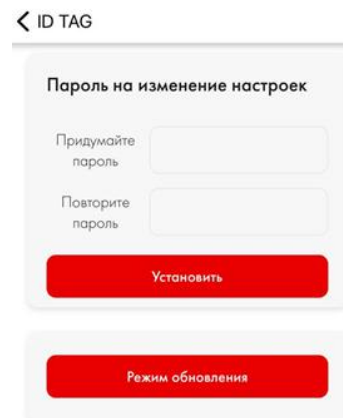

Рисунок 12 – Окно Настройки
- При нажатии кнопки «», откроется раздел **Настройки** (рисунок 12), в котором можно есть возможность установки пароля для защиты от несанкционированных изменений, а также возможность обновления версии программного обеспечения метки.
- Переведите датчик в режим обновления прошивки путём нажатия кнопки «Режим обновления» в мобильном приложении (рисунок 12);